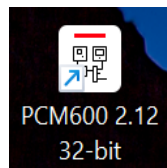

Imagen 16_Aplicación PCM600.
- 1.2 Una vez establecida la dirección IP iniciaremos el programa PC600, versión 2.12 de 32-bit que se puede observar en la **Imagen 16**.